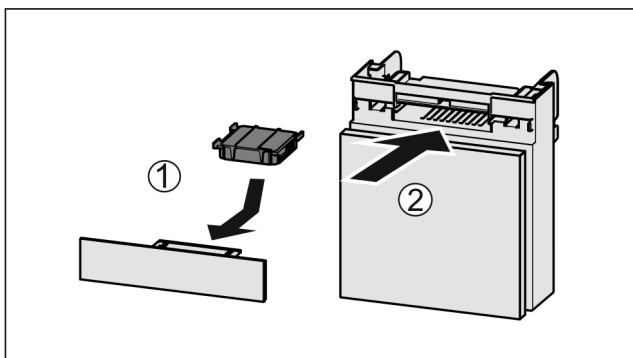

Fig. 138
- ▶ Anbring aktivkulfilteret som vis på billedet Fig. 138 (1).
- ▶ Skub rummet ind Fig. 138 (2).